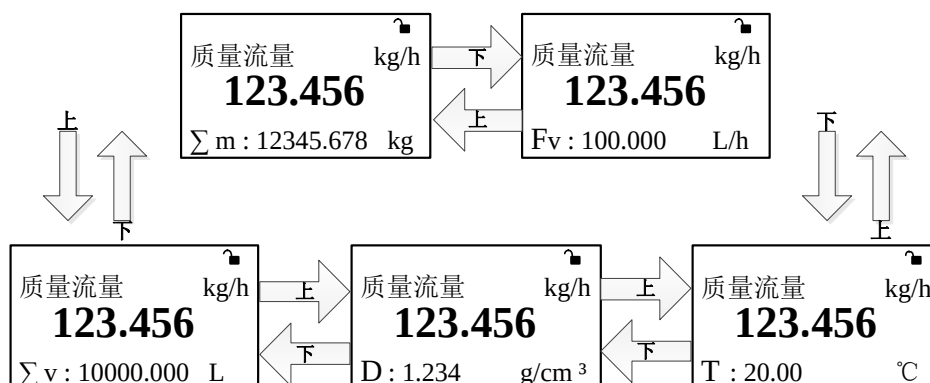

图 5-5 变送器主界面
- 5.2.3.2 变送器主界面可以显示两个信息，即主显示变量和副显示变量。主显示变量可以设置为 6 个测量信息中的任意一个，设置好后将固定显示。剩余的 5 个测量信息会在副显示变量中显示，可以通过“上”或“下”循环。如图 5-5